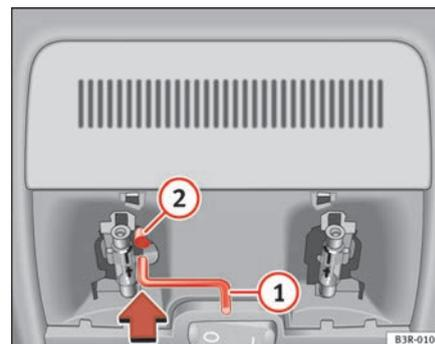

Fig. 82 Pormenor do revestimento do tecto: Manivela para accionamento de emergência
- Introduza a manivela ① no orifício sextavado ② até chegar ao limite ⇒ página 113, fig. 82.